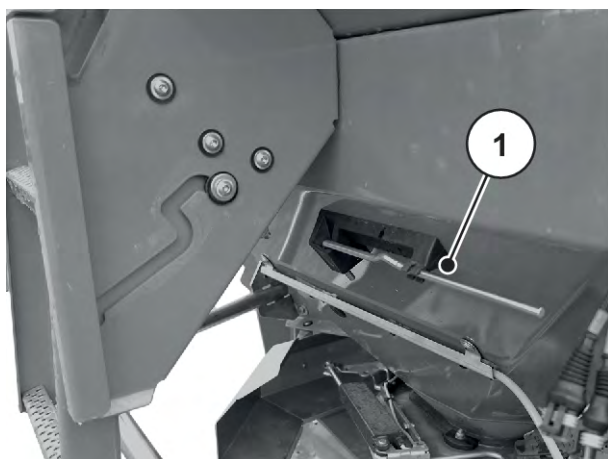

Fig. 36: Poziția manetei de reglare AXIS xx.2
- ▶ Plasați înapoi maneta de reglare pe suportul prevăzut. A se vedea *Fig. 36 Poziția manetei de reglare AXIS xx.2*